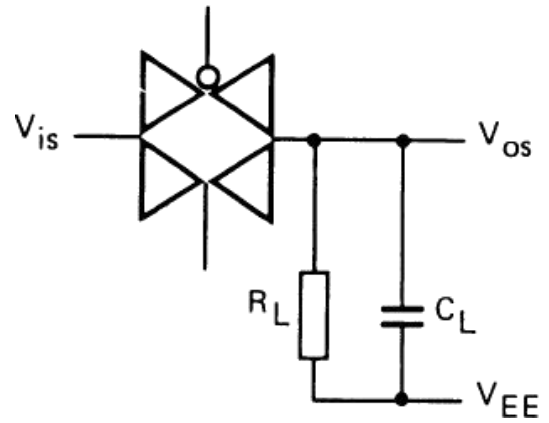

图 4
4. RL=10KΩ; CL=15Pf; 通道开; Vis=VDD (P-P) /2(正弦波, 在 VDD/2 处对称), fis=1KHz; 如图 4 所示
7. RL=1KΩ; CL=5pF; 通道关; Vis=VDD (P-P) /2(正弦波, 在 VDD/2 处对称); 20lg(Vos/Vis)=-50dB; 如图 4 所示
8. RL=1KΩ; CL=5pF; 通道开; Vis=VDD (P-P) /2(正弦波, 在 VDD/2 处对称); 20lg(Vos/Vis)=-3dB; 如图 4 所示